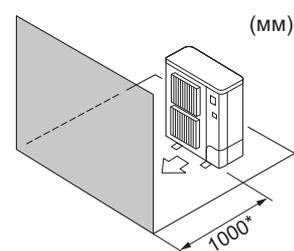

Fig. 2-6
- ④ Кедегілер тек алдыңғы жағында (Fig. 2-6)